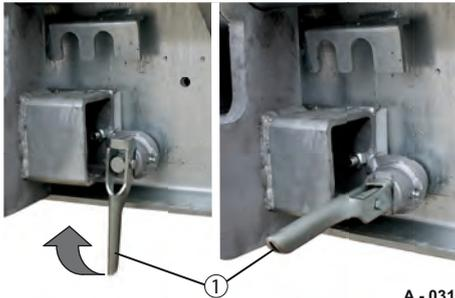

Abb. 83 Spurweiten-Raster entsichern
- ▶ Federhebel (Abb. 83/1) in waagerechte Stellung ziehen. Spurweiten-Raster ist entsichert.